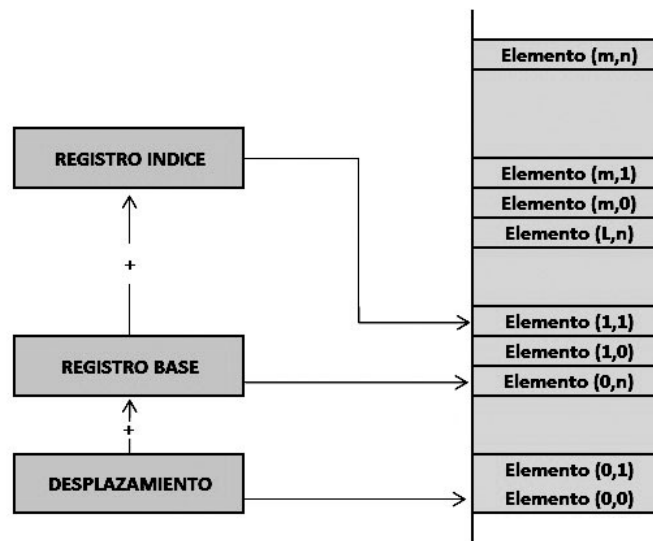

Figura 2.18: Direccionamiento de Base Relativa+ Índice
- Usado para acceder estructuras complejas de datos (Figura 2.18).